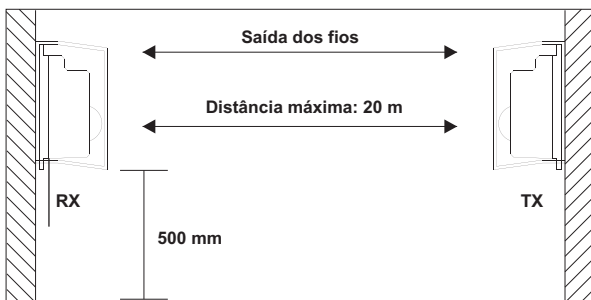

Figura 5
- Certifique-se de que o lado que possui a saída dos fios fique posicionado para cima (conforme figura 5);